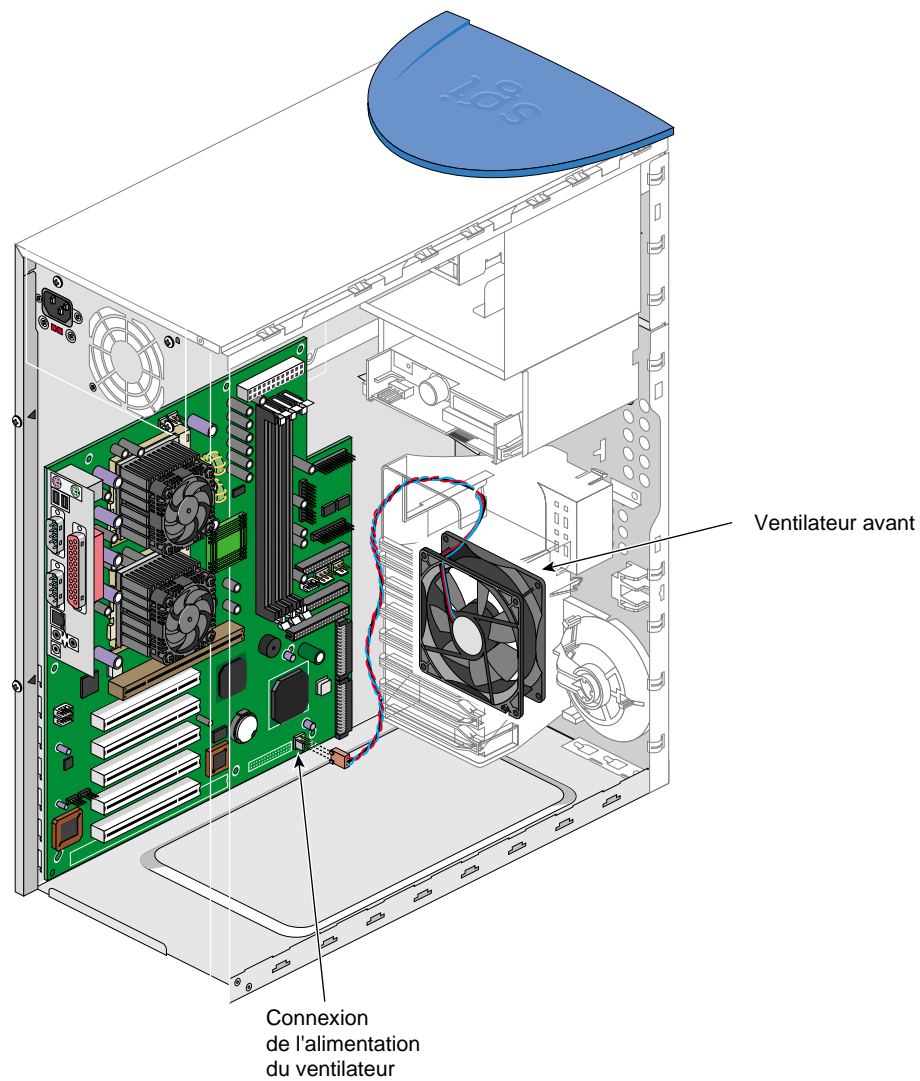

Figure 2-17 Branchement du câble du ventilateur avant
6. Brancher le câble du ventilateur avant. La Figure 2-17 montre la position de la connexion du câble du ventilateur avant.